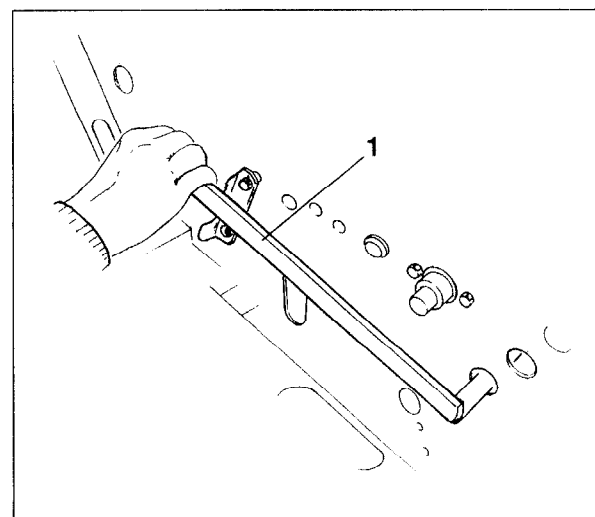

Fig. 7.9
- **D8-60 SUPER**, il a deux manettes (fig. 7.9/1) placées respectivement à gauche de la paroi extérieure de chaque trémie.